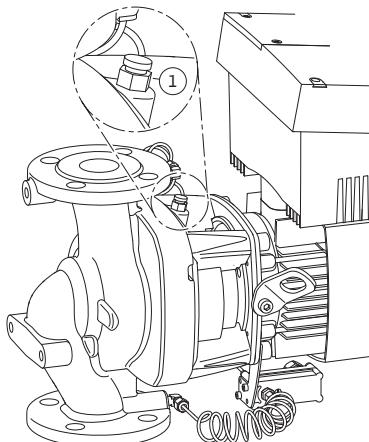

Fig. 51: Valvola di sfiato
6. Scaricare completamente la pressione dalla pompa aprendo la valvola di sfato (Fig. 51, pos. 1).